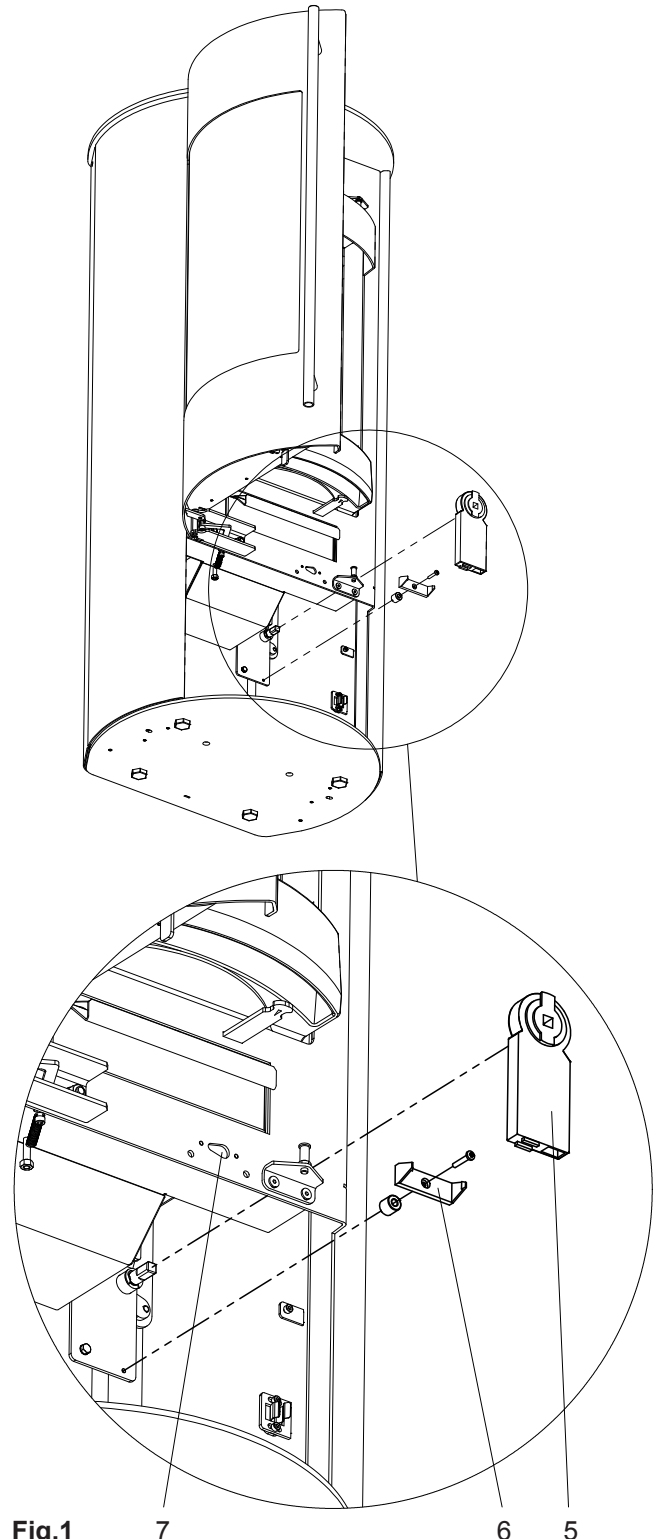

Fig.1
- Visser à bloc la patte de maintien moteur (6) avec la douille d'écartement sur la console du moteur. Pousser le moteur de commande (5) sur l'axe rotatif du levier de coulisseaux d'air, puis bloquer la patte de maintien moteur par encliquetage (Fig.1).
- Monter le contacteur de porte (position fixation, cf. Fig.1), la sonde de température et le câble d'alimentation électrique comme indiqué dans le manuel d'instruction OEC.